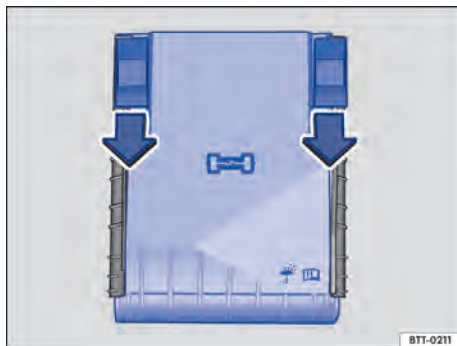

Fig. 234 No compartimento do motor: cobertura da caixa de fusíveis.
- Empurrar os botões de travamento para frente no sentido da seta para destravar a cobertura da caixa de fusíveis ⇒ Fig. 234.